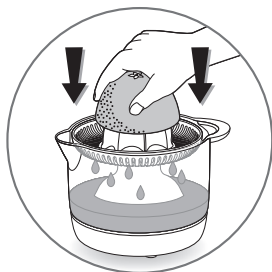

fig.2
- Placez la moitié de l'agrume sur le cône plastique (**C**) et appuyez doucement pour la mise en marche de l'appareil (**fig. 2**). Le jus s'écoulera directement dans la verseuse (**B**).
- Place the halved fruit onto the plastic cone (C) and press it down gently to start the appliance (fig. 2). The juice will flow directly into the jug (B). Remove the fruit from the cone when all the juice has been extracted.
- Plaats een halve vrucht op de kunststof perskegel (C) en druk er zacht op om het apparaat in te schakelen (fig. 2). Het sap stroomt direct in de kom (B). Haal het fruit van de perskegel als al het sap eruit is geperst.
- Setzen Sie eine Hälfte der Zitrusfrucht auf den Presskegel (C) und drücken Sie vorsichtig, damit das Gerät in Gang gesetzt wird (Abb. 2). Der Saft fließt direkt in den Behälter (B). Entfernen Sie die Frucht vom Presskegel, nachdem der ganze Saft ausgepresst wurde.